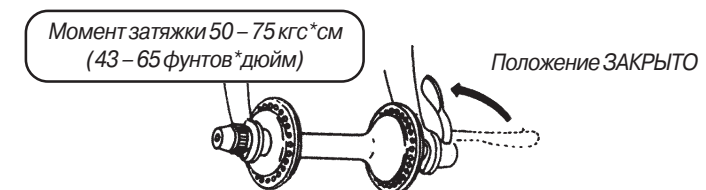

Рис. 12
3. Поставьте рычаг эксцентрикового зажима в положение ЗАКРЫТО. Рычаг в этом положении должен быть направлен к задней части велосипеда и проходить вдоль рамы велосипеда (см. рис. 12). Убедитесь в том, что рычаг полностью повернут в положение ЗАКРЫТО.